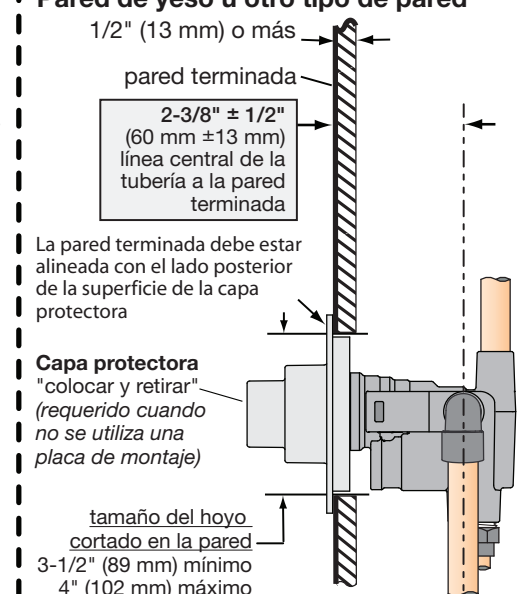

Figura 2 Válvula de montaje
- Considere si debe usar la placa de montaje al revisar la siguiente figura 2.
- Refiérase a la figura 2 para determinar si se requiere la capa.
Instale a través del hoyo cortado en la pared como se especifica en la figura 2 debajo de la ilustración de la dimensión en la página 4.
**\* Notas:** (también refiérase a página 2, figura 2 para ver detalles)
- (1) Paredes para utilizar la placa de montaje T-177 (MP)
- (2) Paredes de yeso u otro tipo de paredes de 1/2" o más
- (3) Dimensiones sujetas a cambios sin previo aviso